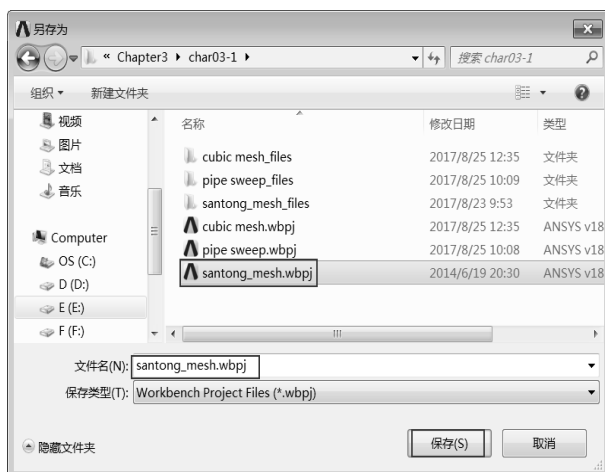

图 3-57 保存文件
Step8 :单击工具栏中的 按钮保存文件,在弹出的如图 3-57 所示的“另存为”对话框中输入文件名 santong_mesh.wbpj,单击“保存”按钮。